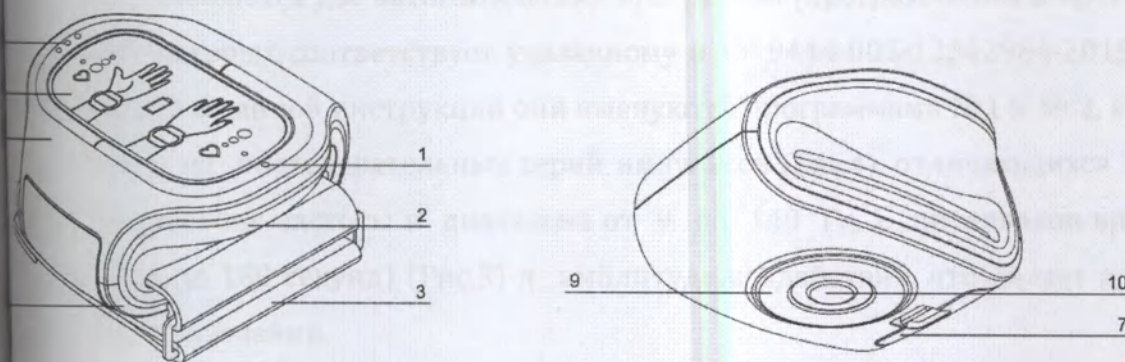

Рис.3 Конструкция и внешний вид
2.4.5. Включите аппарат, нажав на кнопку 1, если у вас высокое давление, либо на кнопку 5, если у вас низкое артериальное давление (рис.3). На аппарате загорится соответствующий индикатор (рис.3).